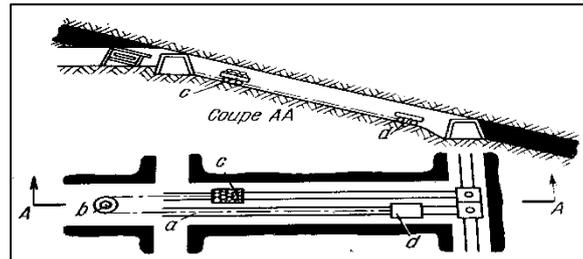

Fig.6. Montage
-**Un montage** (fig.6) est une excavation souterraine inclinée, menée dans le minerai et destinée à la descente des charges, d'un étage supérieur à un étage inférieur, à l'aide de dispositifs mécaniques.